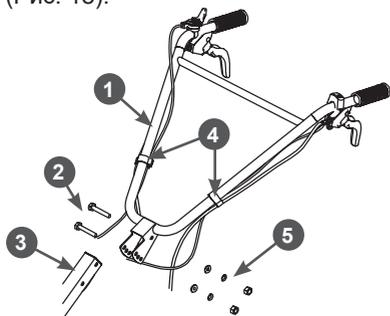

**Рис. 17. Установка дополнительных защитных крыльев**
- 6. Установите дополнительные защитные крылья, используя болты и гайки из комплекта крепежа (Рис. 17).